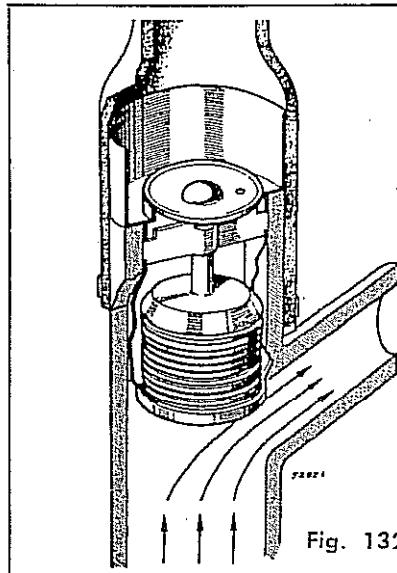

Fig. 132
**Funcionamiento.** Al arrancar el motor en frío, el termostato, ubicado en el tubo de salida de agua en la bomba de agua, se encuentra con su válvula cerrada, obturando el pasaje de agua hacia el radiador (Fig. 132) y obligando a la misma a circular solamente por el motor. De esta manera, el agua tomará temperatura rápidamente y cuando llegue a un valor de  $82^{\circ} + 0^{\circ}\text{C}$  la válvula del termostato comenzará a abrir dando lugar a que el líquido de enfriamiento circule hacia el radiador.
Siempre que se pruebe un termostato, debe verificarse que el orificio que posee la válvula del mismo se encuentre destapado (ver Figs. 132 y 133). La misión del orificio mencionado, es permitir desalojar el aire del sistema toda vez que se rellene el mismo.